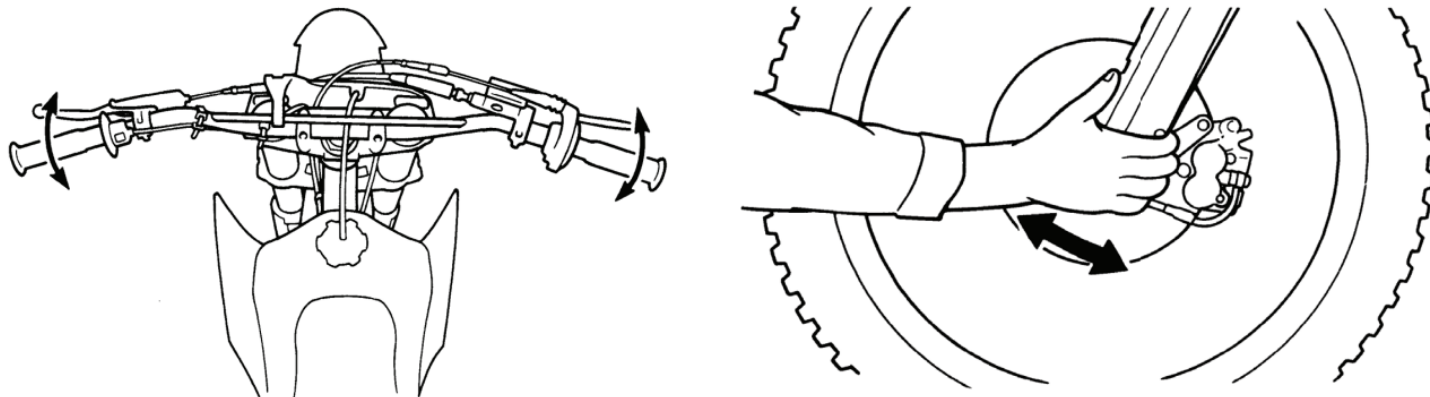

Рисунок 6. Проверка рулевой колонки
1. Встаньте перед мотоциклом. Возьмитесь за вилку (в районе передней оси) и потяните вилку по направлению к двигателю и обратно (см. рис. 6) несколько раз. Если подшипники изношены, вы почувствуете люфт или даже услышите щелчок / глухой удар.